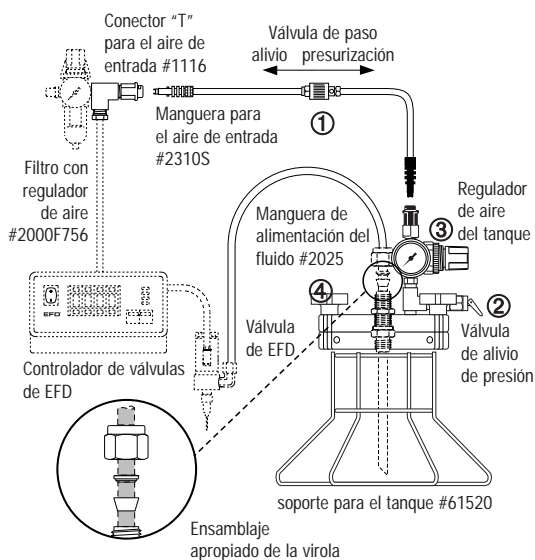

Figura 1. Muestra el 615DT
1. Deslice la válvula de paso ① localizada en la manguera de entrada de aire y póngala en la posición de alivio. (Figura 1)
2. Active la válvula de alivio ②. Sostenga la válvula de alivio hasta que deje de silbar.